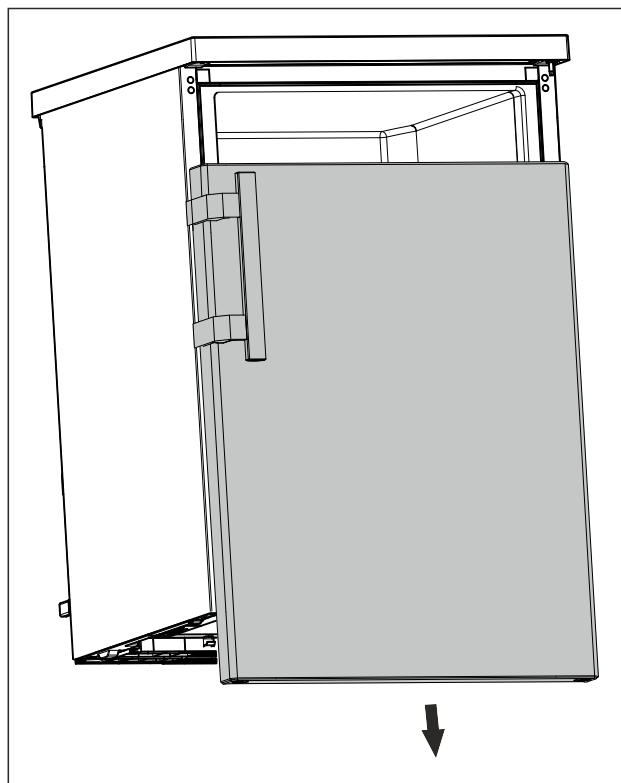

Fig. 16
- ▶ Zdjąć drzwi w dół. (patrz Fig. 16)